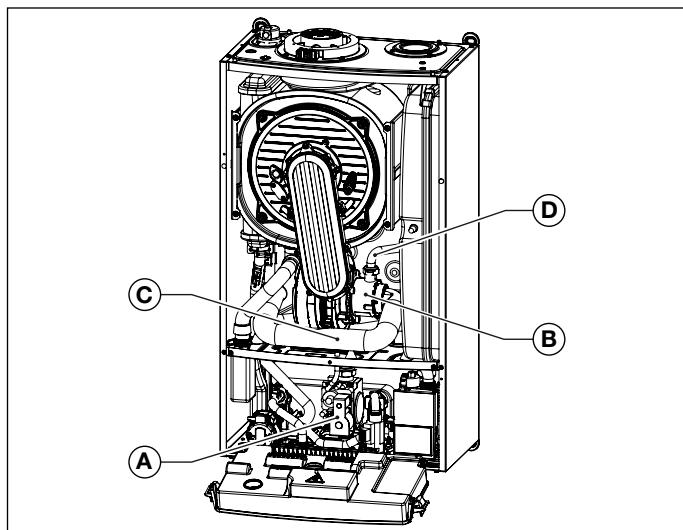

Fig. 31 Tobă de aspirație
- Înlăturați toba de aspirație având grija să deșurubați mai întâi șuruburile care fixează amestecătorul (vezi Fig. 31 Tobă de aspirație).
- Deconectați conducta de gaz de la amestecător (vezi Fig. 31 Tobă de aspirație).